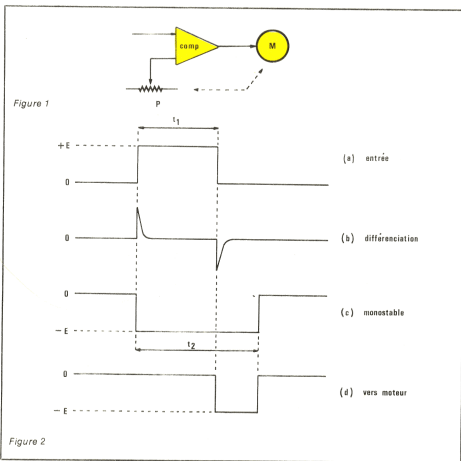

Figure 2
La figure 2 explicite le comportement électronique de l'ensemble. Le signal sortant du décodeur, et aiguillé vers la voie considérée, est un créneau de durée t_1 (réglable de 1 à 2 ms environ à l'émission), entre les niveaux de tension 0 et +E (ligne a). Après différenciation, on dispose d'impulsions positives et négatives (ligne b). Les premières déclenchent un monostable associé au servomécanisme, et donnant un créneau négatif (entre les niveaux 0 et -E) de durée t_2 (ligne c), déterminée par la tension du potentiomètre P.
- si $t_1 < t_2$ (Cas de la figure 2), le moteur reçoit une succession d'impulsions négatives, et tourne dans un sens que nous baptiserons 1, jusqu'à réaliser l'égalité de t_1 et t_2 .